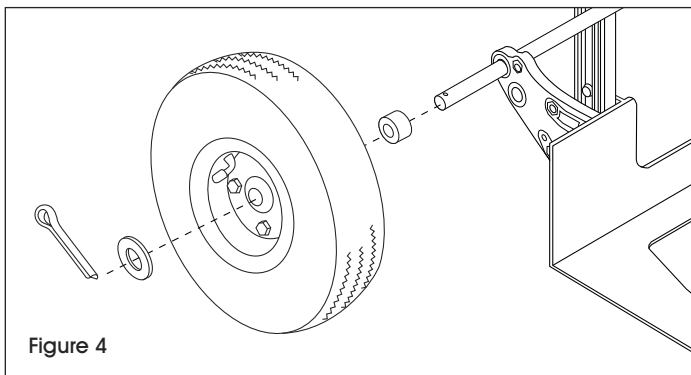

Figure 4
3. Enfilez une entretoise à chaque extrémité de l'essieu. Enfilez une roue à chaque extrémité de l'essieu. Enfilez une rondelle à chaque extrémité de l'essieu. (Voir Figure 4)
4. Insérez une goupille fendue dans le trou à chaque extrémité de l'essieu. Repliez les goupilles à l'aide d'une pince afin de fixer les roues en place. Les roues doivent tourner librement. (Voir Figure 4)